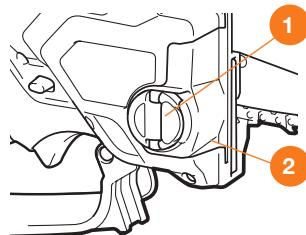

Рис. 10
Смазка цепи производится автоматически. Для этого открутите крышку масляного бака ①, при этом будьте внимательны, не допускайте попадания в бак инородных предметов и мусора. Заполните бак маслом. Удалите остатки масла с горловины и внутренней полости крышки. Плотно закрутите крышку. Во время работы следите за уровнем масла через контрольное окно ② (Рис. 10).